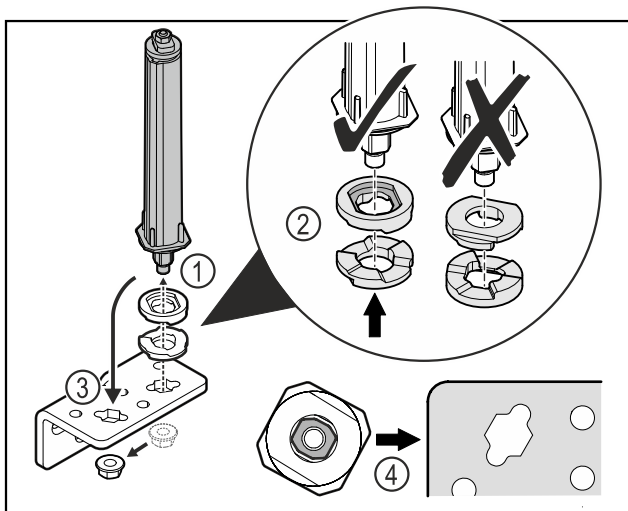

Fig. 30
- ▶ Mutter lösen und Türschließsystem entfernen Fig. 30 (1).
- ▶ Auf die korrekte Ausrichtung der Höhenverstelleisiben achten Fig. 30 (2).
- ▶ Türschließsystem im Scharnierwinkel umsetzen und mit der Mutter fixieren Fig. 30 (3).
- ▶ Beim Einsetzen auf die korrekte Ausrichtung des Türschließsystems achten Fig. 30 (4).